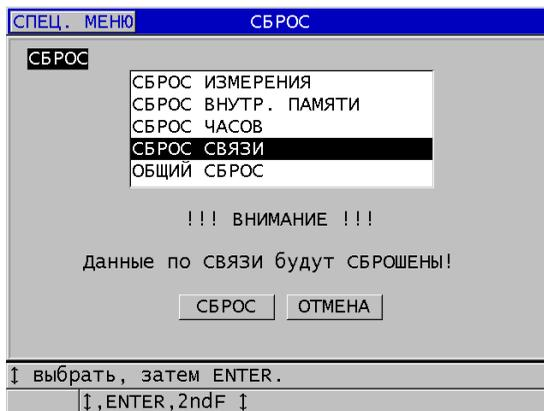

Рис. 14-10 Выбор СБРОС СВЯЗИ
3. В окне СБРОС (см. Рис. 14-10 на стр. 288):